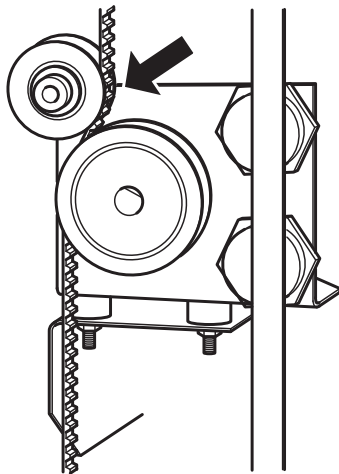

Fig. 14.2 Cinghia dentata
14. Installare l'encoder assoluto, gli impulsori, l'interruttore di STOP e le "canale" ed eventuale interruttore allentamento funi (vedi T10106) sul tetto cabina. Posizionare i lamierini zona piano in modo che un'immaginaria linea orizzontale, disegnata sulla loro metà, sia approssimamente in mezzo tra i due impulsori (vedi Fig. 14.2).